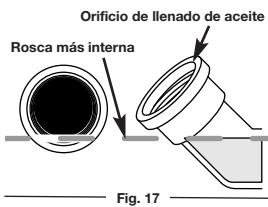
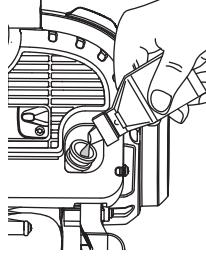

Fig. 17
Fig. 20
5. La mirada en el petróleo llena hoyo, utiliza una linterna si es necesario. El petróleo debe estar tocando apenas las interiores la mayoría de los hilos (Fig. 17).
6. Si el nivel de aceite no está tocando la rosca más interior del agujero de llenar aceite, añada una pequeña cantidad al agujero de llenar aceite y vuelva a comprobar (Fig. 17). Repita este procedimiento hasta que el nivel de aceite alcance la rosca más interna del agujero de llenar aceite.
4. Vuelva a cargar el cárter del cigüeñal con 90 ml (3,04 onzas fluidas) de aceite SAE 30 SF, SG, SH (Fig. 20).
**NOTA:** Use la botella y la boquilla que guardó del uso inicial para medir la cantidad correcta. El nivel de 90 ml (3,04 onzas) está aproximadamente en la parte superior de la etiqueta de la botella (Fig. 20). Mida el nivel con la varilla de medición. Si el nivel está bajo, agregue una pequeña cantidad de aceite y vuelva a medir (Fig. 17). No lo llene demasiado.